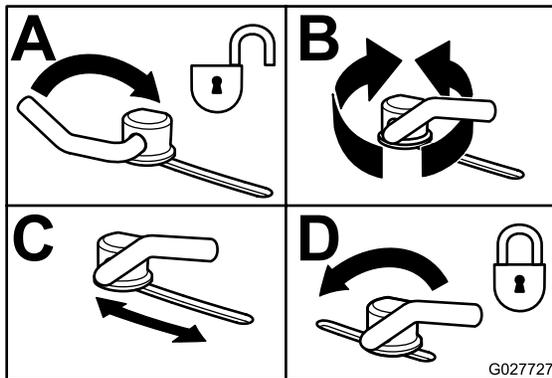

Figura 28
- Para ajustar los bloqueos de leva, levante la palanca para aflojar el bloqueo de leva (Figura 28).
- Devuelva la palanca a su posición original para apretar el deflector y los bloqueos de leva (Figura 28).